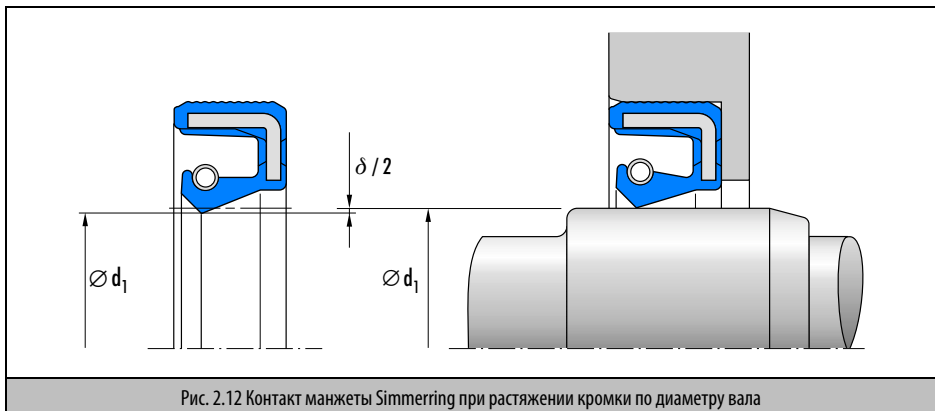

Рис. 2.12 Контакт манжеты Simmering при растяжении кромки по диаметру вала
3.4.3 Перекрытие (→ Рис. 2.12)